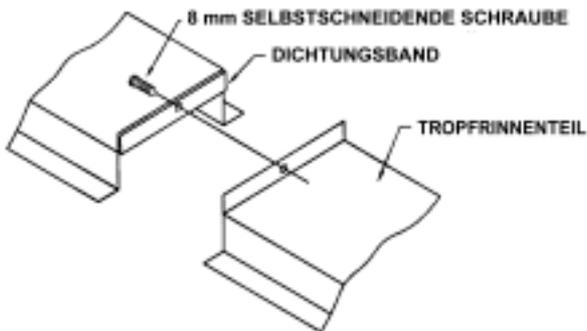

Abb. 7 – Zusammenbau Tropfrinne
9. Entfernen Sie die 8 mm Schrauben, mit denen die Tropfrinnen-Clips am stirnseitigen Blech befestigt sind. Entfernen Sie Tropfrinnenteile und verbinden Sie deren Endstücke miteinander. Drehen Sie dazu eine 8 mm selbstschneidende Schraube durch das Tropfrinnen-Ende mit dem größeren Bohrloch in das Tropfrinnen-Ende mit dem kleinen Bohrloch. Bei Edelstahl-Ausführung sind 8 mm Edelstahl-Schrauben mit Unterlegscheiben und Muttern zu verwenden (Abb. 7).